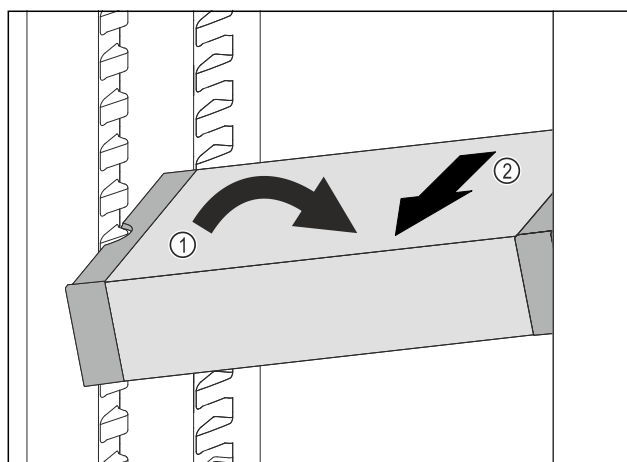

Fig. 104
- Ukosite ladicu VarioSafe u hladnjaku. Fig. 104 (1)
- Izvadite ladicu VarioSafe prema naprijed. Fig. 104 (2)